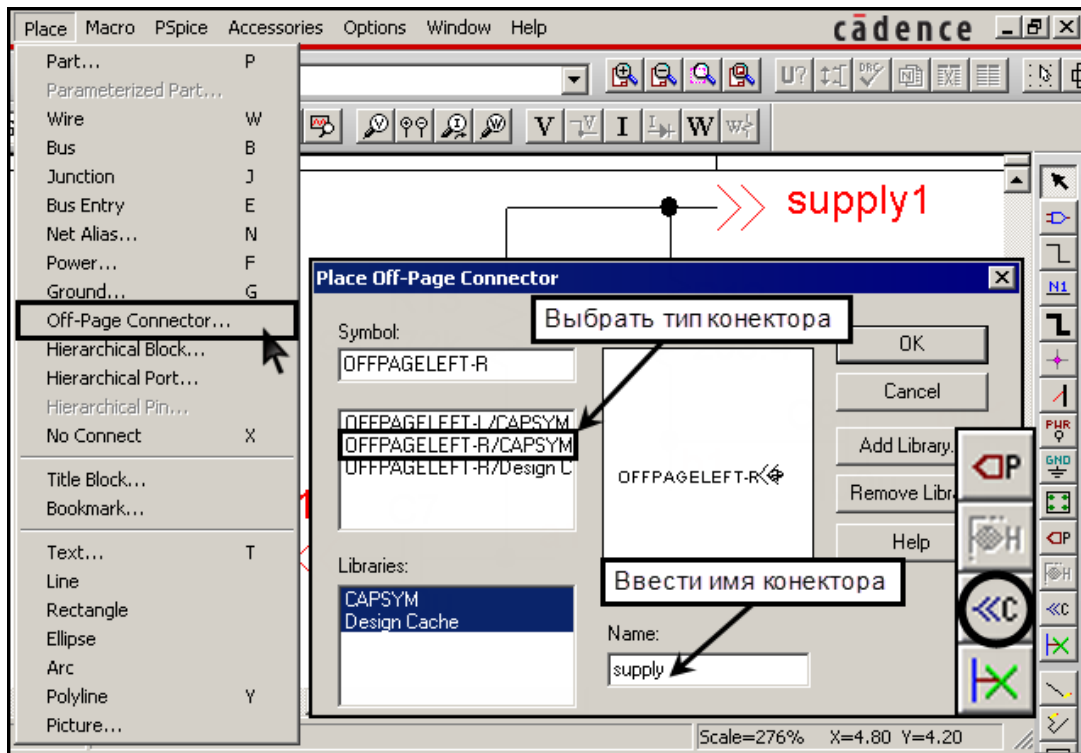

Рис. 63. Добавление соединителей страниц (off-page connector)
3. Источники подсоединить через соединители страниц (**off-page connector**). Команда **Place>Off-Page Connector...** или соответствующая пиктограмма панели инструментов (рис. 63). В открывшемся окне **Place Off-Page Connector** выбрать тип коннектора и присвоить имя. Коннекторам присвоить индивидуальные имена, например: **in** (вход), **in1** (вход 1) и **supply** (питание).